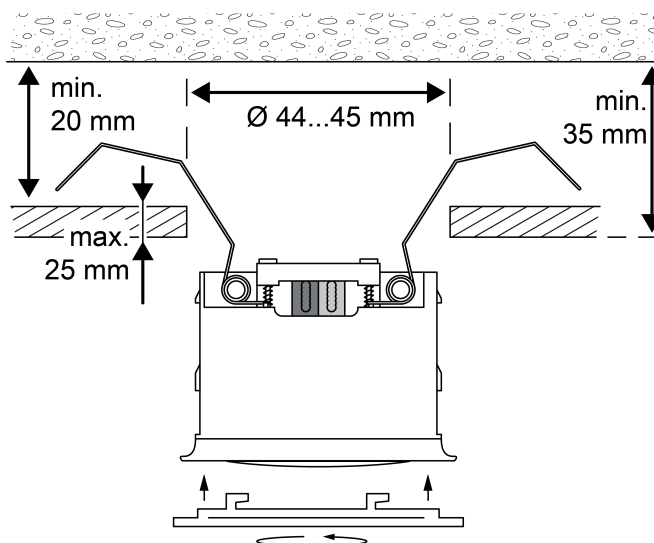

Rysunek 3
- Podczas montażu ustawić urządzenie w taki sposób, aby czujnik jasności (8) nie był zwrócony w kierunku okna.(rysunek 3).